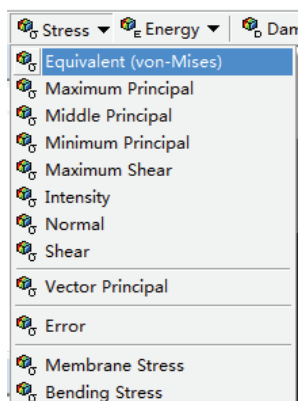

图 6-36 添加应力图
6) 选择 Solution 工具栏中的 Stress>Equivalent (von-Mises), 如图 6-36 所示, 此时在树结构图中会出现 Equivalent Stress 选项。